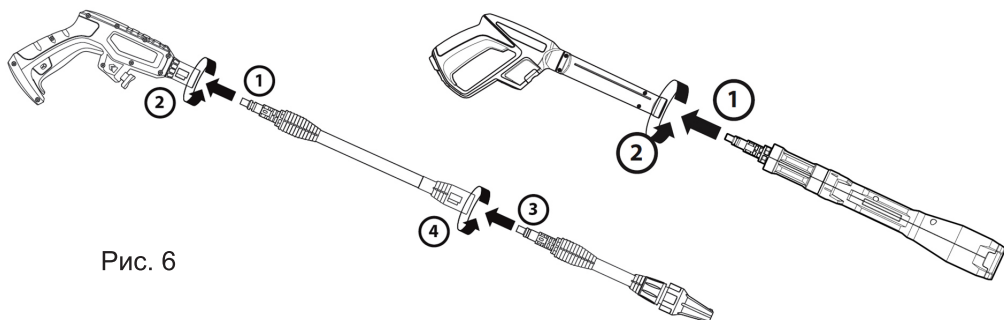

Рис. 6
3. Соберите пистолет-распылитель. У модели HPW 1511 пистолет-распылитель состоит из трех частей: пистолет + насадка удлинительная + насадка распылительная (либо насадка «грязевая фреза»). Рис. 6.
У моделей HPW 2014, HPW 2518IR пистолет-распылитель состоит из двух частей: пистолет с индикатором давления + насадка распылительная (рис. 6)
Для установки насадки на пистолет совместите разъем насадки с разъемом пистолета, надавите на насадку и поверните пистолет на 90 градусов (рис. 6).